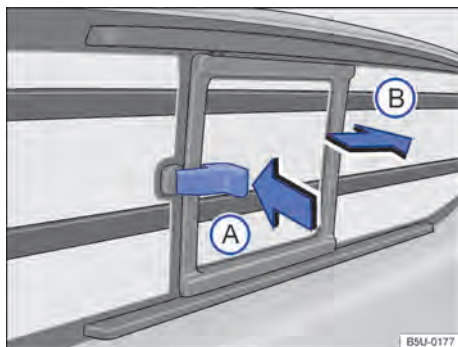

Fig. 58 No compartimento de carga: abertura do vidro correção.
Pressionar o fecho no sentido da seta → Fig. 58 (A) e ao mesmo tempo movimentar o vidro no sentido da seta (B).